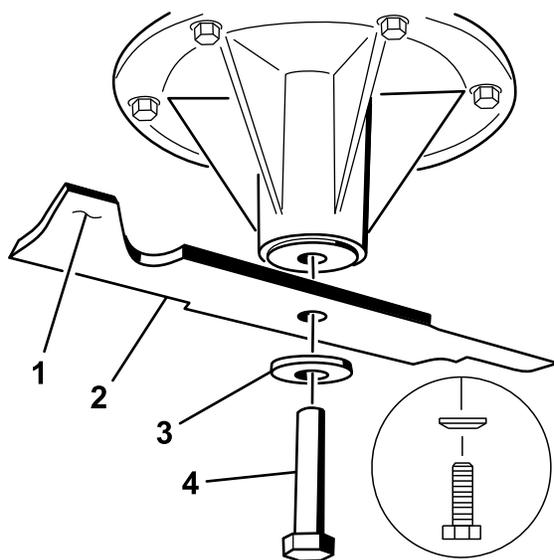
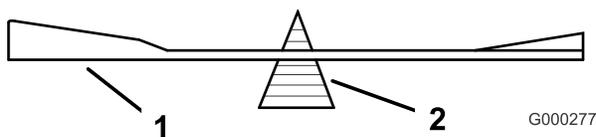

Figura 96
Figura 98
2. Togliete il bullone, la rondella curva e la lama dall'asse del fusello (Figura 96).
2. Controllate l'equilibrio della lama posizionandola su un bilanciatore (Figura 98). Se la lama rimane in posizione orizzontale, è bilanciata e può essere utilizzata. Se la lama non è bilanciata, limate del metallo soltanto dalla costa (Figura 96). Ripetete la procedura finché la lama non è perfettamente bilanciata.